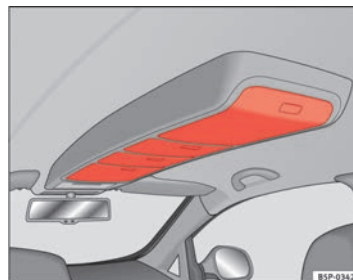

Fig. 104 Vano portaoggetti nel tettuccio
- Per aprire questi vani, premere sul pulsante del coperchio, ⇒ **fig. 104**. Il coperchio si apre in modo automatico.